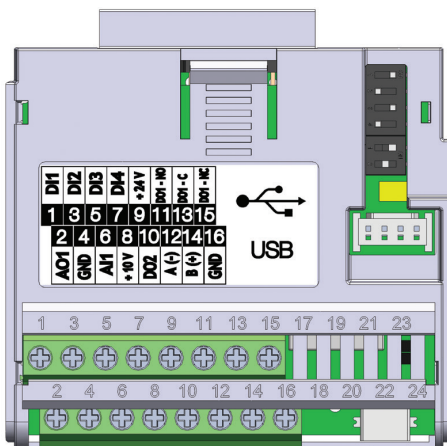

Figura 19.3: Módulo Plug-in CFW500-CUSB
El módulo plug-in CFW500-CUSB tiene la interfaz Serial (1) a través de la puerta RS-485 en los bornes 12 (A-) y 14 (B+), así como la interfaz Serial (2) a través de la puerta USB en el conector estándar mini USB (mini B), vea la Figura 19.3 en la página 19-1.